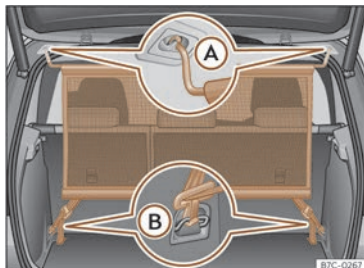

Fig. 163 Rede de separación montada.
- Enganche a rede de separación no aloxamento esquerdo do teito >>> **fig. 163 (A)**. Asegúrese de tirar da barra transversal cara abaixo máis alá da posición superior.
- Enganche a rede de separación no aloxamento dereito do teito comprimindo a barra transversal >>> **fig. 163 (A)**.
- Enganche os dous ganchos da rede de separación nas argolas de amarre do maleteiro >>> **fig. 163 (B)** e tense ben os cintos de fixación.